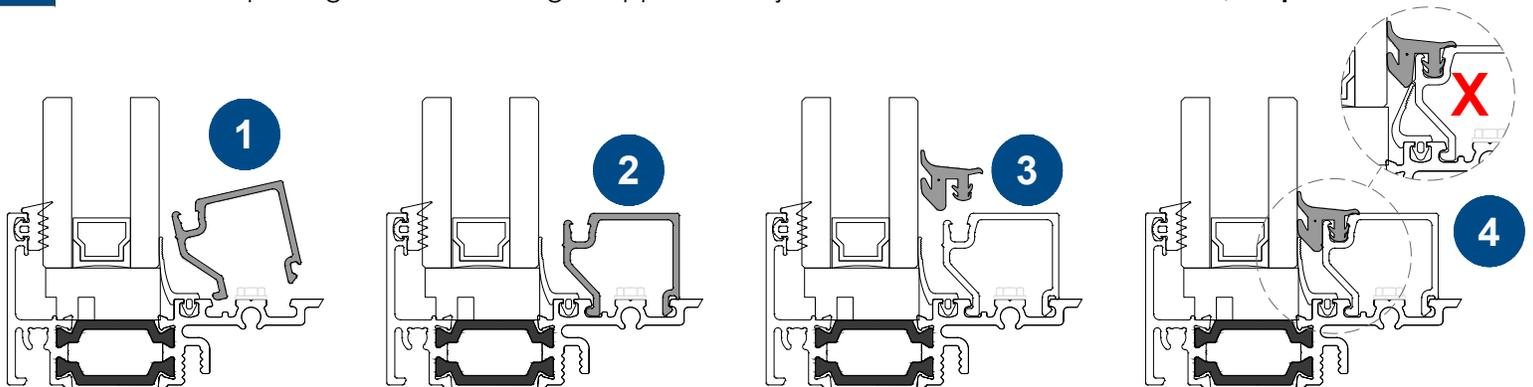

FIG. 3
- a. Réinstaller les parclozes en commençant par les parclozes horizontales. **Voir FIG. 3, étapes 1 et 2.**
- c. Insérer la garniture de vitrage en commençant à une extrémité et répéter l'opération tous les 16 po [406 mm]. S'assurer que l'autre extrémité de la garniture est insérée avant de dérouler le reste de la garniture. **Voir FIG. 3, étape 3.**
- d. S'assurer que la garniture de vitrage s'appuie sur le joint d'étanchéité à l'air. **Voir FIG. 3, étape 4.**